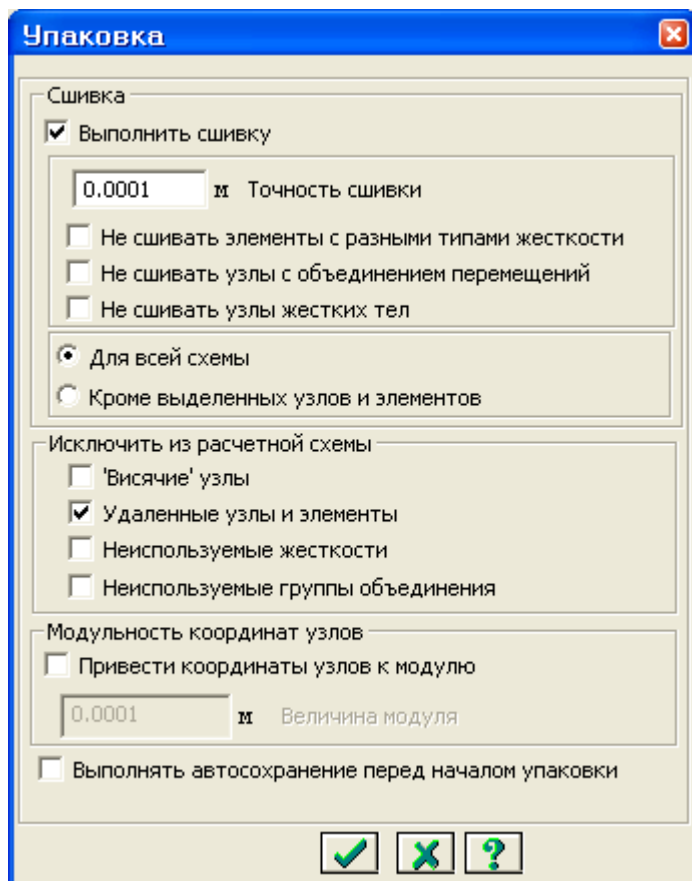

Рис.16.3. Диалоговое окно Упаковка
- С помощью меню **Схема ⇒ Корректировка ⇒ Упаковка схемы** (кнопка  на панели инструментов) вызовите диалоговое окно **Упаковка** (рис.16.3).